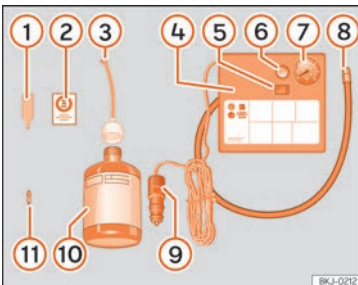

Fig. 202 Representació estàndard: contingut del joc antipunxades.
El joc antipunxades es troba en el compartiment del maleter sota el revestiment del terra. Inclou els components següents >>> **fig. 202**:
- Desenrosqueu el caputxó i l'obús de la vàlvula del pneumàtic. Utilitzeu l'aparell >>> **fig. 202 ①** per extreure l'obús. Poseu-lo en una superfície neta.
- Sacsegeu amb força l'ampolla de segellador de pneumàtics >>> **fig. 202 ⑩**.
- Enrosqueu el tub d'inflament >>> **fig. 202 ③** a l'ampolla de segellador. El precinte de l'ampolla es trencarà automàticament.
- Traieu el tap del tub d'ompliment >>> **fig. 202 ③** i caragoleu l'extrem obert del tub a la vàlvula del pneumàtic.
- Torneu a posar l'obús amb l'aparell >>> **fig. 202 ①** a la vàlvula del pneumàtic.
- Enrosqueu el tub d'inflament del pneumàtic del compressor >>> **fig. 202 ⑧** a la vàlvula del pneumàtic.
- Comproveu que el caragol d'evacuació d'aire està tancat >>> **fig. 202 ⑥**.
- Fixeu el connector >>> **fig. 202 ⑨** a la presa de corrent de 12 volts del vehicle >>> **pàg. 189**.
- Connecteu el compressor d'aire amb commutador ON/OFF »» fig. 202 ⑤.
- Enganxeu l'adhesiu »» fig. 202 ② al quadre d'instruments, dins del camp visual del conductor.
Torneu a enroscar el tub d'inflament »» fig. 202 ⑧ i comproveu la pressió en el manòmetre ⑦.